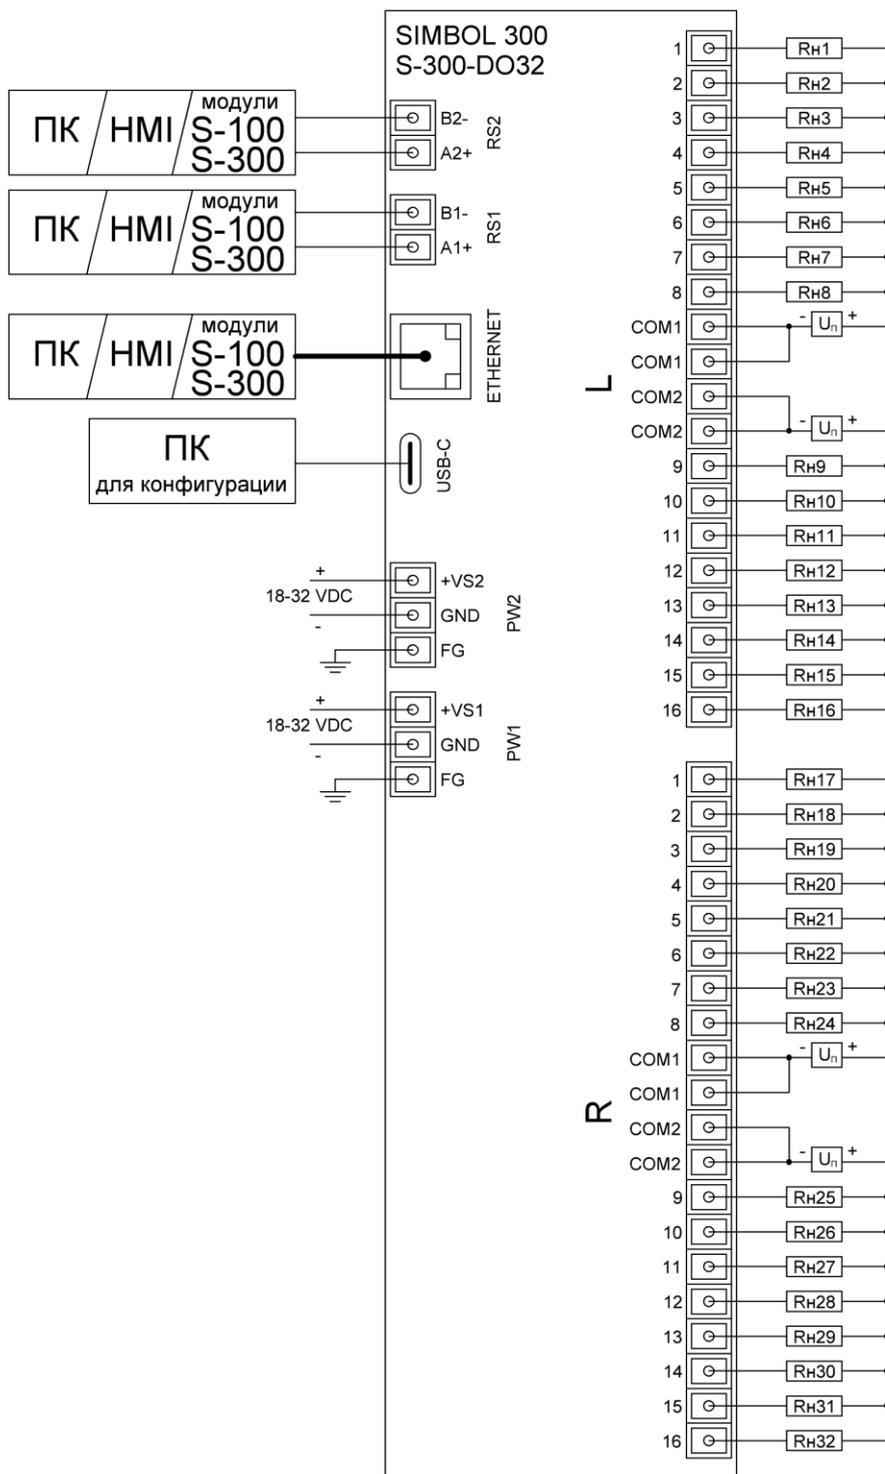

Рисунок 1.5 – Схема подключения модуля контроллера Simbol-300 S-300- DO32, S-300-DO16
1.4.2.1 Для конфигурации модуля может быть использован офисный ПК стандартной комплектации, имеющий порт RS-232, Ethernet или USB. Модуль подключается с помощью преобразователя интерфейса RS-232 в RS-485 (USB в RS-485), интерфейс Ethernet или USB (рисунок 1.5).
2.2.8 Подключить модуль к ПК используя USB, Ethernet или преобразователь интерфейсов (рисунок 1.5).